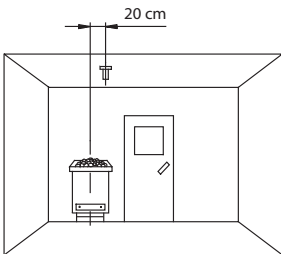

Abb. 7
1. Die Bohrungen (\varnothing 5 mm) für die mitgelieferten Holzschrauben 4 x 20 mm werden entsprechend den in Abb. 7 und 8 angegebenen Maßen angebracht.
Beachten Sie bitte, dass sich nachfolgende Maßangaben auf die Werte beziehen, die bei der Geräteprüfung nach EN 60335-53-2 vorgegeben wurden. Grundsätzlich muss der Ofenfühler an der Stelle montiert werden, an der die höchsten Temperaturen erwartet werden. Einen Überblick über den Montageort des Fühlers geben Ihnen die Abb. 7 - 9.
1. Der Ofenfühler wird in Kabinen bis zu der Größe von 2 x 2 m gemäß Abb. 7 und 8 montiert, in größeren Kabinen gemäß Abb. 7 und 9 montiert.